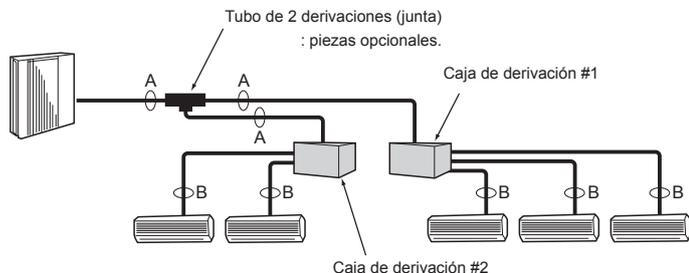

Fig. 4-3
4.3.2. Conexión con caja de derivación (Fig. 4-3)